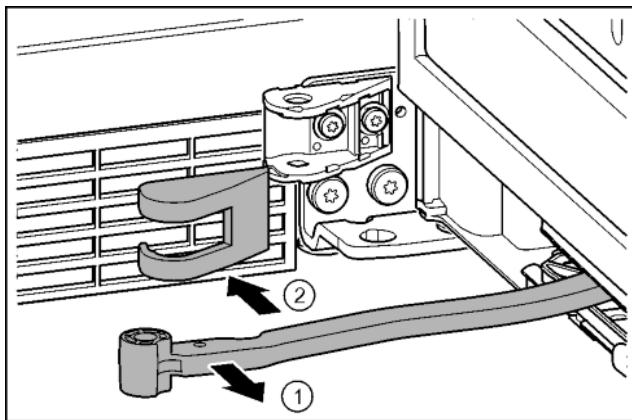

Fig. 18
- Повернуть шарнир в направлении двери. Fig. 18 (1)
- Снять крышку. Fig. 18 (2)